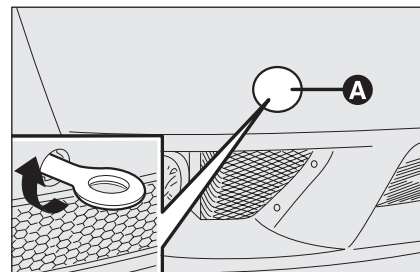

fig. 56
- ❑ rimuovere il tappo **A-fig. 56** inserito a pressione sul paraurti anteriore. Per questa operazione, nel caso si utilizzi il cacciavite in dotazione con lama a punta piatta, occorre proteggere la punta stessa con un panno morbido, al fine di evitare l'eventuale danneggiamento della vettura.